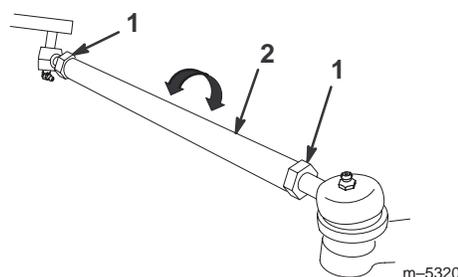

Bild 35
3. Lockern Sie die Klemmmuttern an beiden Seiten der Zugstangen (Bild 35), wenn das Maß außerhalb des angegebenen Bereichs fällt (siehe die Abmessungen und Parameter am Anfang dieses Vorgangs).